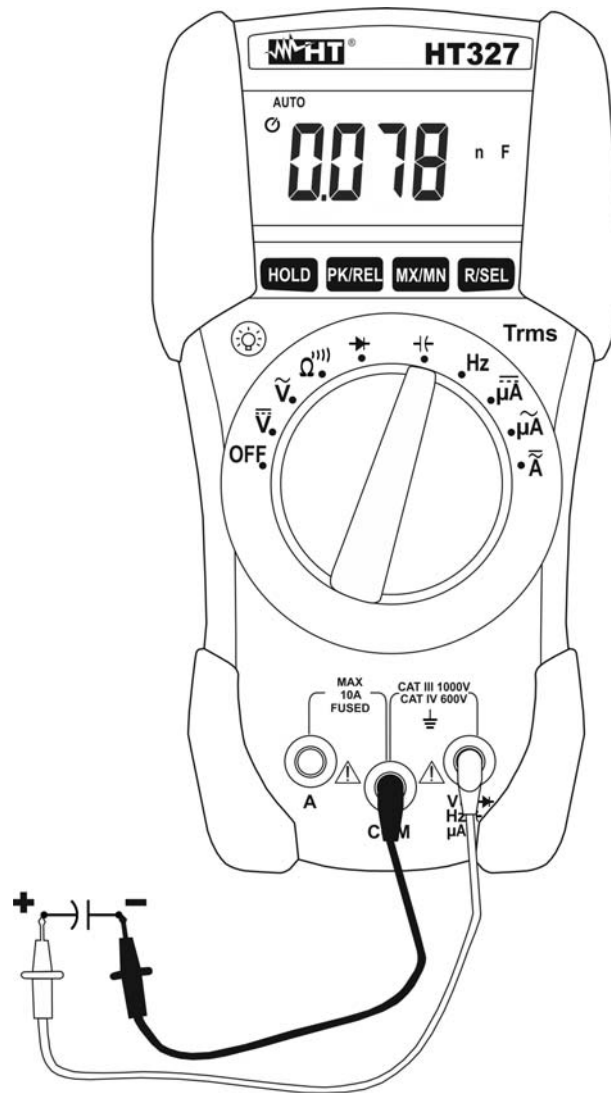

Fig. 8: Uso dello strumento per misura di Capacità
3. Posizionare i puntali ai capi del condensatore in esame rispettando eventualmente le polarità positive (cavo rosso) e negative (cavo nero) sul condensatore in esame (vedere Fig. 8). Il valore della capacità è mostrato a display.